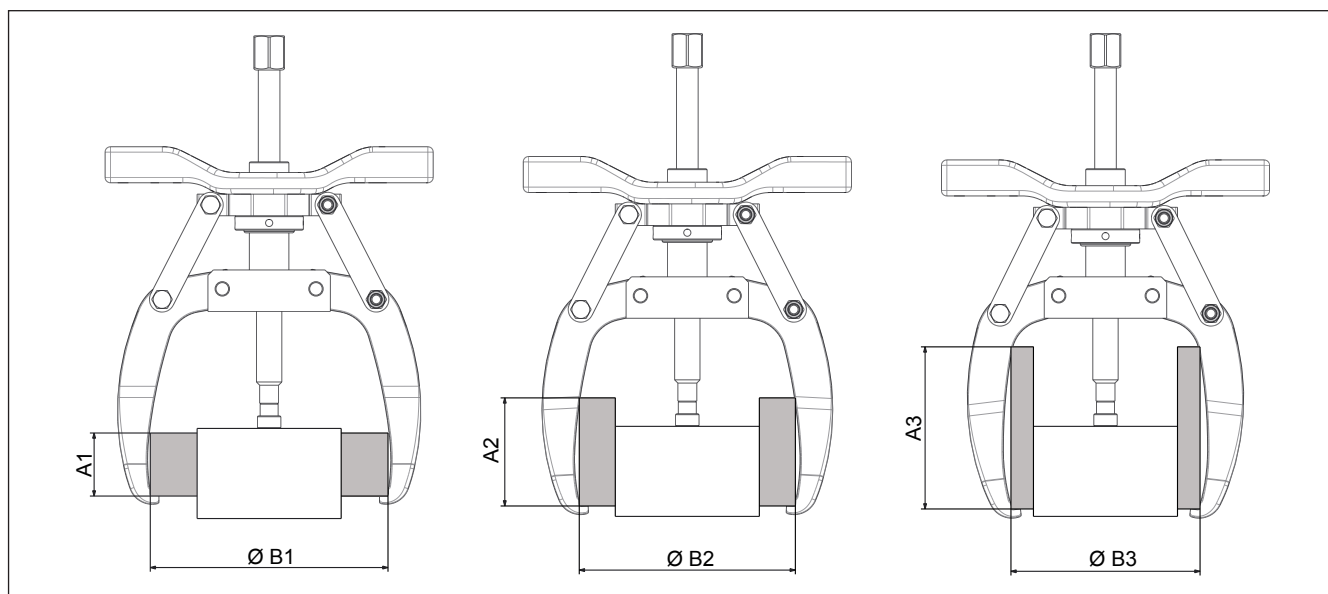

Figura 6, Adâncimea și deschiderea maximă a extractorului
- La instalarea extractorului pe piesa de lucru, consultați dimensiunile maxime pentru adâncime și deschidere din Figura 6. Respectarea acestor instrucțiuni importante va reduce gradul de deviație a brațului și a axului în cazul aplicării unei forțe considerabile.
NOTICE Axul și brațele trebuie să se cupleze pe piesa de lucru și să atingă cel puțin valorile minime pentru adâncime și deschidere indicate în figura 6. Dacă este necesar un plus de adâncime, se poate aplica un distanțier. Amplasați un distanțier de dimensiuni corespunzătoare între protecția vârfului și piesa de lucru pe durata pasului 3.